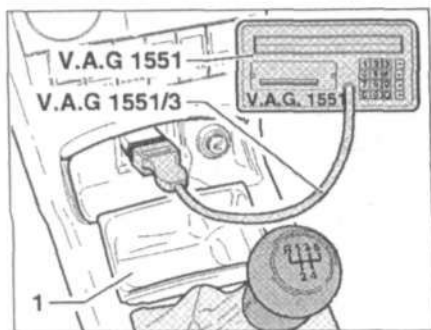

Рис. 7.45. Снимите пепельницу **1** и присоедините считыватель кодов неисправностей V.A.G 1551 с помощью провода V.A.G 1551/3.
1. Снимите пепельницу **1** и присоедините считыватель кодов неисправностей V.A.G 1551 с помощью провода V.A.G 1551/3 (рис. 7.45).